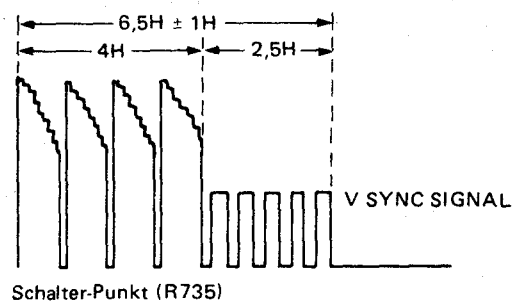

Abbildung 81.
3. Die Synch.-Böschung des Oszilloskopes auf (–) einstellen und den R735 wie in Abb. 81 gezeigt einstellen.